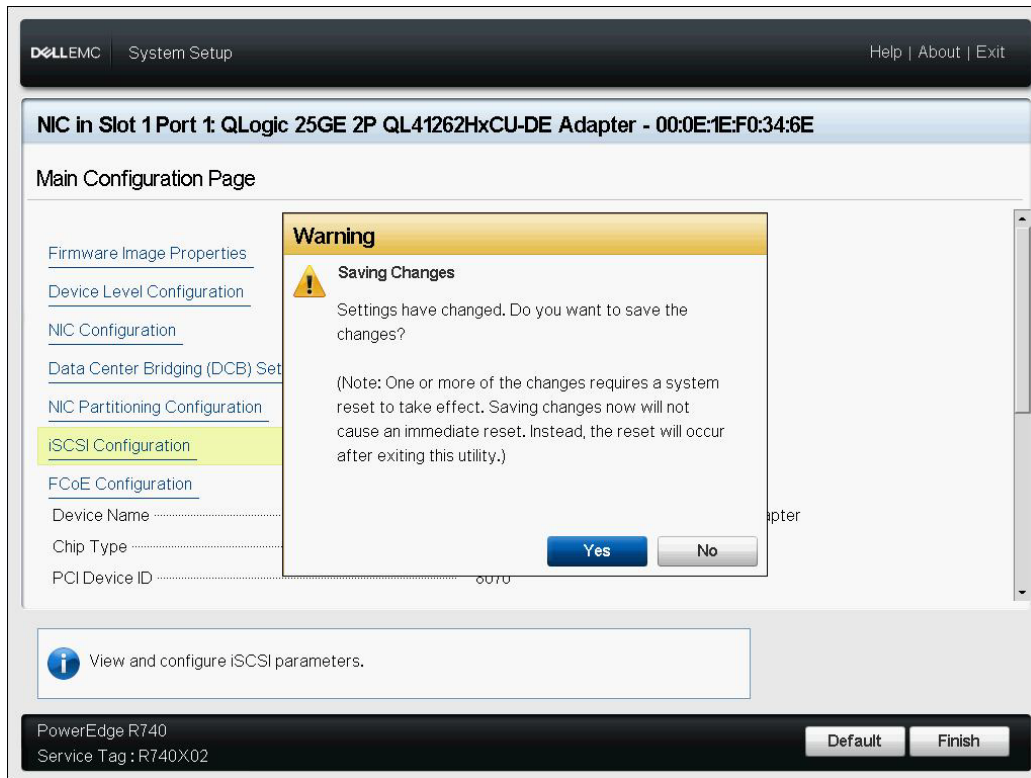

Figure 9-14. Configuration du système : Enregistrement des modifications iSCSI
14. Cliquez sur **Oui** pour enregistrer les modifications, ou suivez les instructions de l'OEM pour enregistrer la configuration au niveau du périphérique. Par exemple, cliquez sur **Oui** pour confirmer la modification des paramètres (Figure 9-14).